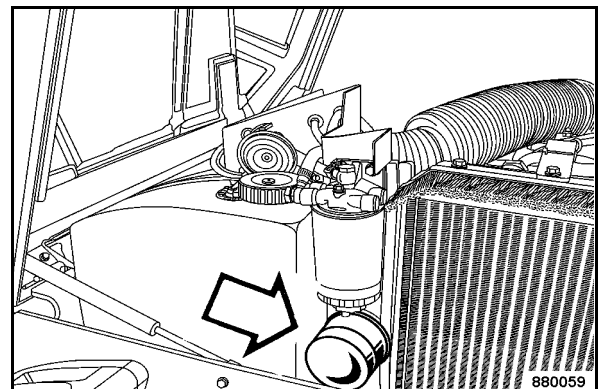

Fig. 135
- Dévisser la cartouche (Fig. 135) au moyen d'une clé à bande appropriée.